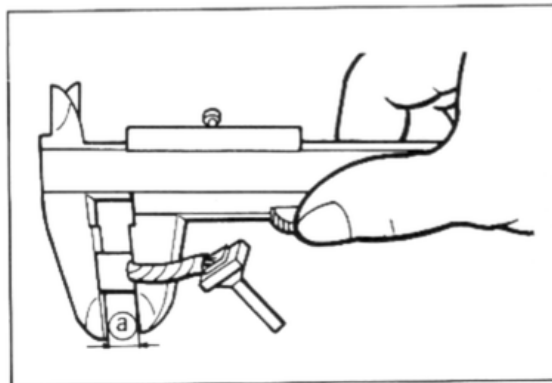

Bild 81
- ☑ Durchmesser des Kollektors muss mindestens 27 mm betragen, siehe Bild 81.